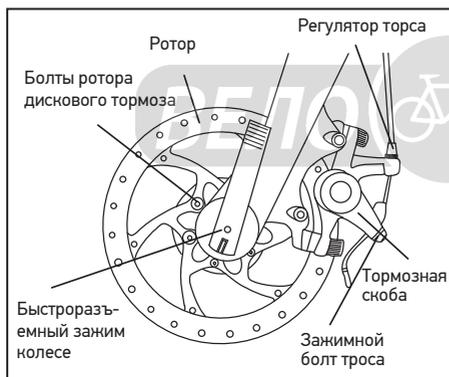

Рис. 18: Дисковый тормоз
- Дисковый тормоз (Рис. 18)
Дисковые тормоза (Рис. 18):